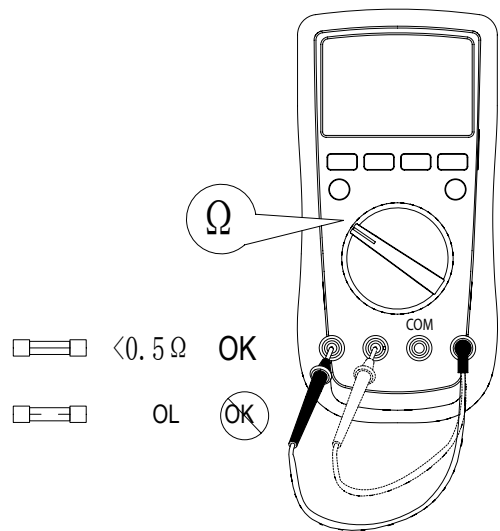

图13
- 2) 在测量电流、三极管hFE时, 仪表显示毫无反应, 应立即检查仪表内置相关保险丝管有无被烧断, 如确认保险丝管已被烧断, 应立即按原规格更换保险丝管。(详见图13)